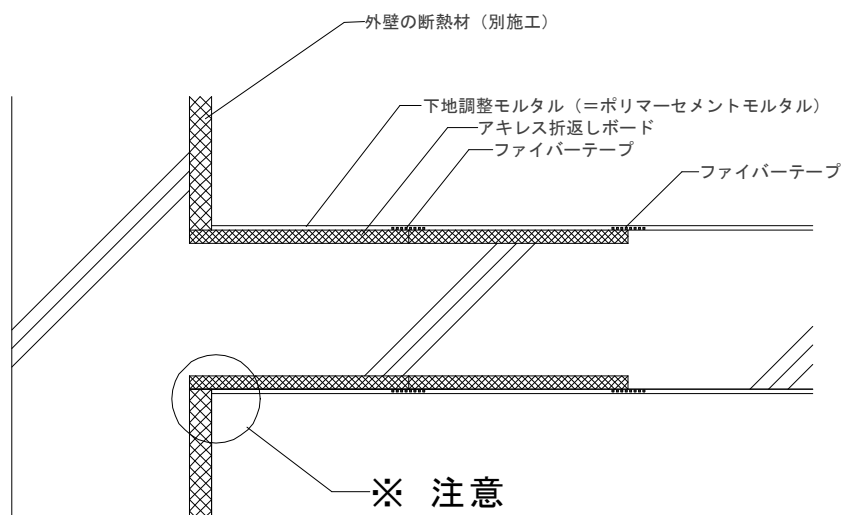

図6 界壁の施工（目地部の処理と下地調整モルタル塗り）（平面図）
- 図6のように断熱材が連続した状態の取り合い部分が納まるように施工してください。